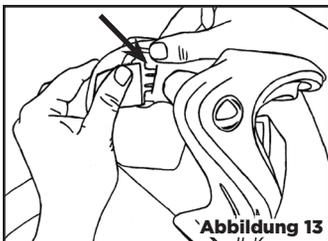

Abbildung 13
- 2 Lassen Sie den unteren Tab in der vorderen Position und drehen Sie den Clip so, dass der obere Tab sich nach hinten und aus dem Frame heraus bewegt. **[Siehe Abbildung 13]**